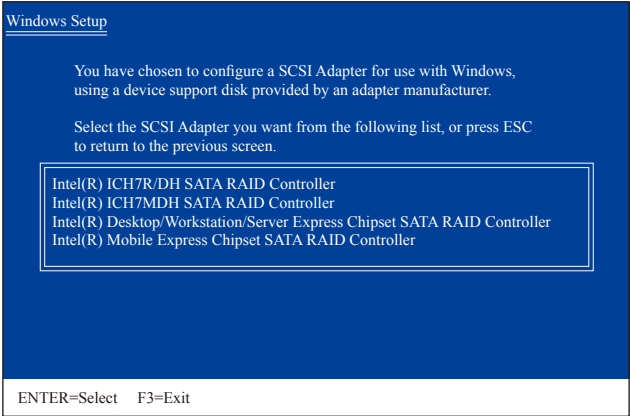

图4
放入存有SATA RAID/AHCI驱动程序的软盘并按下<Enter>键。当如图4的画面出现时，请选择「Intel(R) Desktop/Workstation/Server Express Chipset SATA RAID Controller」再按<Enter>键，系统会从软盘中下载RAID驱动程序。若设为AHCI模式，请使用键盘的上键移到「Intel(R) ICH10R SATAAHCI Controller」项目再按<Enter>。